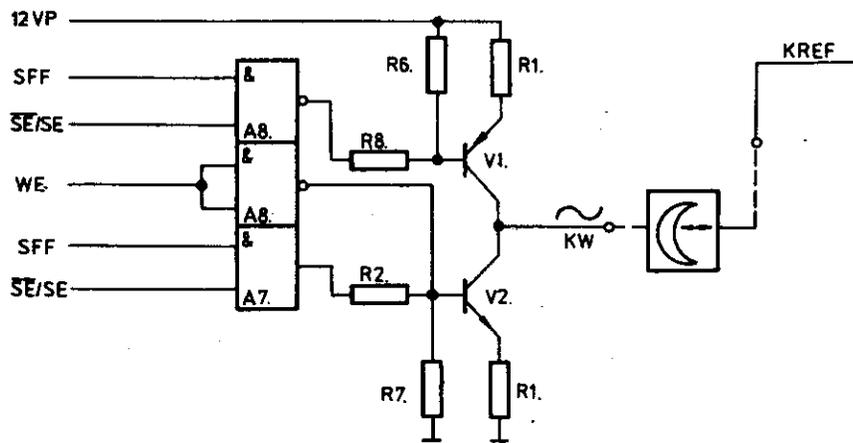

Abb. 4
4. Aufzeichnungsverstärker (Abb. 4)